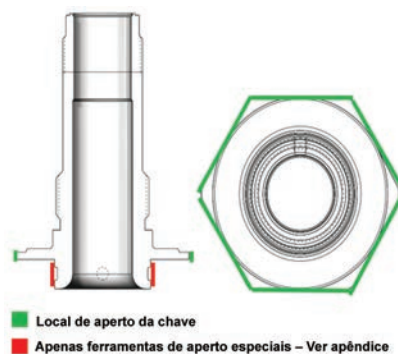

Figura 33: Locais de aperto dos bocais IS
- a. Com uma chave/soquete, solte o bocal no local da chave na Figura 33.
- b. Usando um mandril de três ou quatro garras soldado verticalmente a um suporte aparafusado a um piso de concreto ou a Ferramenta de Montagem de Bocal 1900/2900 com a Inserção de Ferramenta de Torque de Detecção Integral 2900 correta de acordo com o desenho na Seção XXIII, afrouxe o bocal no local Somente Ferramentas Especiais na Figura 33.